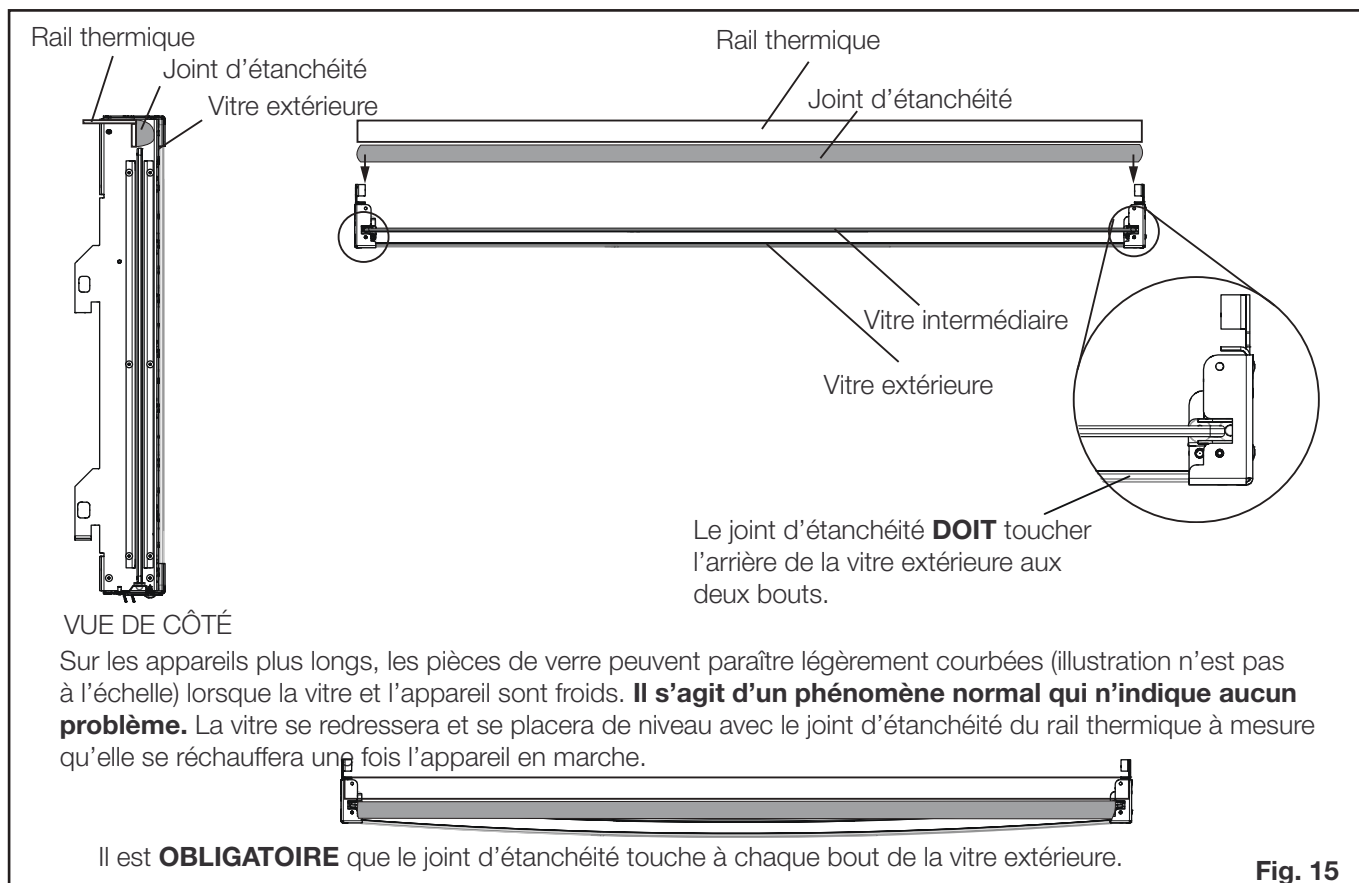

Fig. 15
11. Faites glisser le GGA-1 dans l'appareil jusqu'à ce que la vitre extérieure touche au joint d'étanchéité du rail thermique. La surface de la vitre doit entrer en contact avec le rail thermique aux deux bouts (**Fig. 15**). Le GGA-1 « clique » dans les loquets lorsqu'il est verrouillé. Si on tire dessus, le GGA-1 ne doit pas s'ouvrir, il doit être retenu par les loquets. Si le GGA-1 ne s'enclipse pas aisément avec les loquets, un ajustement pourrait être nécessaire; reportez-vous à l'étape 13.